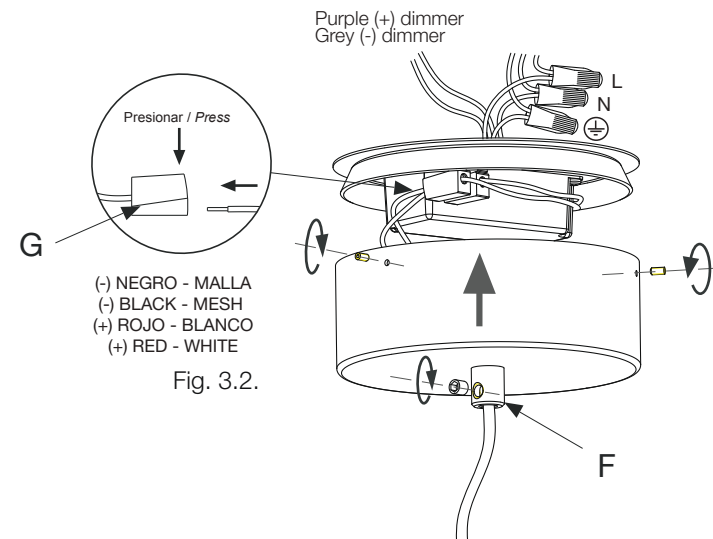

Fig. 3.2.
3.2. Pasar el cable eléctrico a través del agujero del florón. Asegurar el cable eléctrico utilizando el prensacables (F). Hacer la conexión eléctrica del LED con los conectores (G) como se muestra en la Fig. 3.2.. Fijar el florón mediante los tornillos suministrados.
3.2. Passez le câble électrique à travers le trou de la rosace. Fixez le câble électrique en serrant la vis du serre-câbles (F). Effectuez la connexion électrique de la LED avec les connecteurs (G) comme indiqué à la Fig.3.2.. Fixez la rosace à l'aide des vis fournies.
3.2. Das Elektrokabel durch das Öffnung der Kreuzblume führen. Das Elektrokabel über die Schraube der Kabelpresse sichern (F). Stellen Sie den elektrischen Anschluss des LEDs mit den Steckverbindern (G) wie in Abb. 3.2. dargestellt her. Befestigen Sie die Deckenrossette mit den mitgelieferten Schrauben.